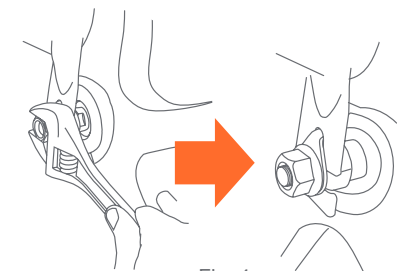

Fig. 4
4) • Avec la roue en place, installez les écrous d'essieu et serrez-les avec une clé à molette standard, polygonale ou à fourche. Puisque vous devriez sentir une forte résistance, la roue doit être maintenue fermement en place (Fig. 4).